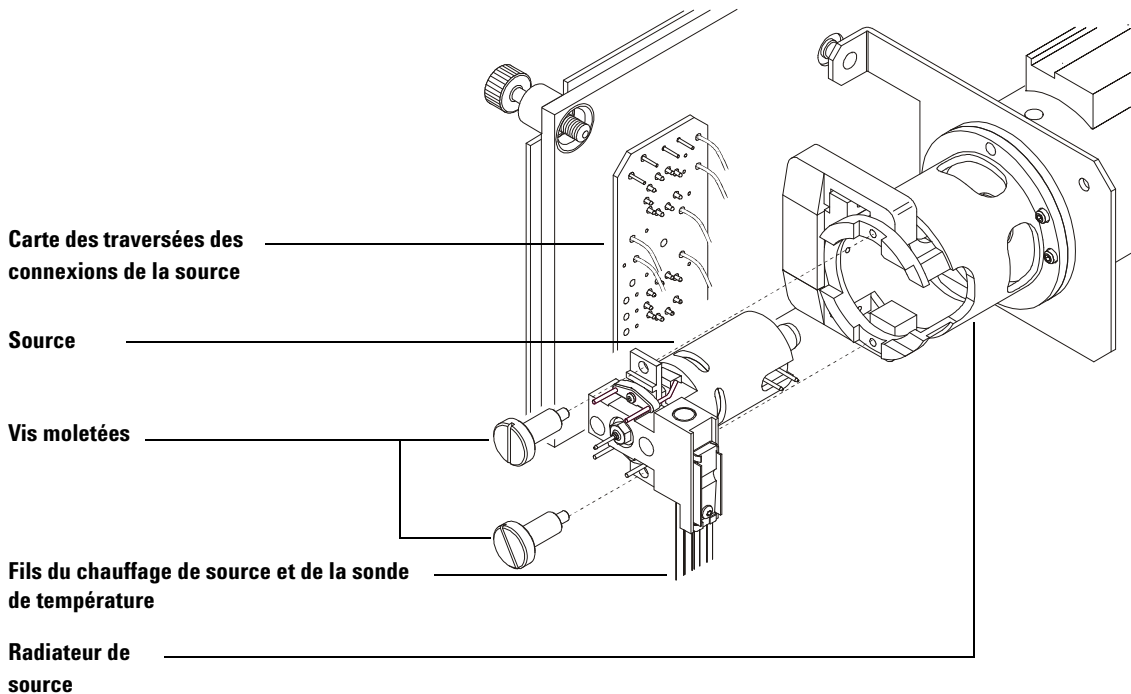

Figure 32 Dépose de la source
- 3 Débrancher les 7 fils de la source. Ne pas plier les fils plus que nécessaire (Figure 32 et Tableau 22).